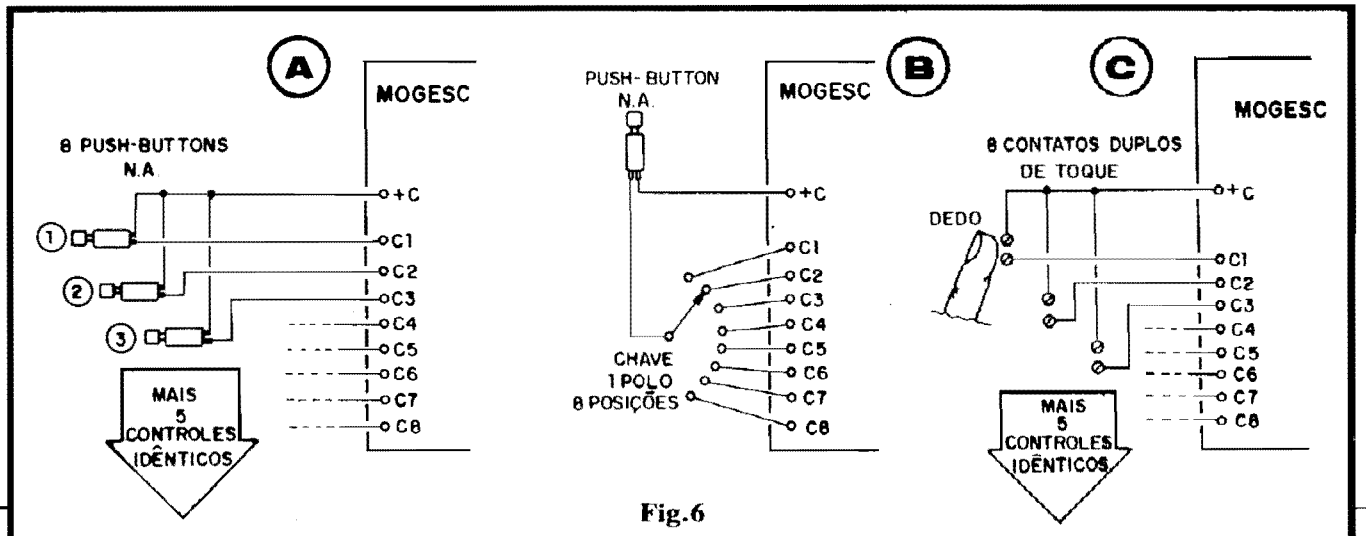

Fig.6
- FIG. 6 - AMPLIANDO AS POSSIBILIDADES DE COMANDO DO “MOGESC” - Conforme mencionado no início, o MOGESC é um projeto “em aberto”, quanto à forma de acionamento dos comandos, ficando por conta do montador a escolha do método (que dependerá, também, da própria aplicação final “imaginada”...). Temos, na figura, 3 sugestões básicas, práticas e fáceis:
- **FIG. 7 - OPÇÕES PURAMENTE ELETRÔNICAS PARA OS COMANDOS** - Além dos comandos "diretos" (fig. 6) o MOGESC aceita também controles puramente eletrônicos para o acionamento de sons. Através de circuitos especialmente projetados, o Hobbyista mais avançado poderá realizar interessantíssimas experimentações a respeito... É só